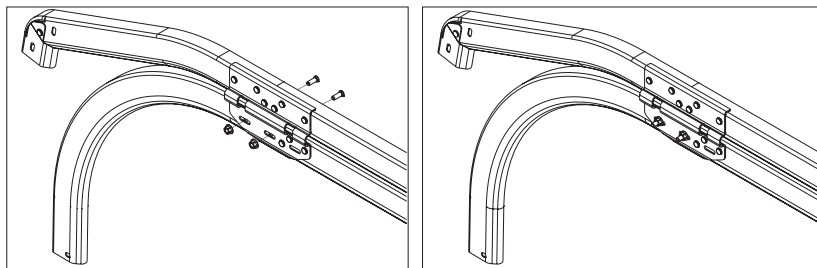

Рис. 13.1.
1) собрать горизонтальную направляющую с радиусным профилем. Для закрепления радиусного профиля к соединительной пластине горизонтальной направляющей необходимо установить два пресс-болта М6х16 и гайки с буртиком (рис. 13.1).